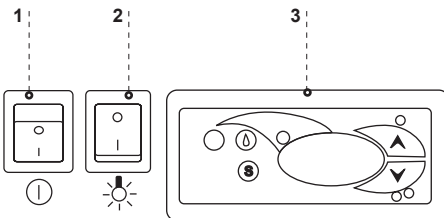

Abb. 6 HMI-Panel
- Die Drucktaste Hauptschalter betätigen Abb. 6/1 (S.26), wodurch der Thermostat und dann das Aggregat aktiviert werden
- Die Temperatur am Thermostat-HMI-Panel Abb. 6/3 (S. 26) einstellen (Details zur Bedienung auf S. 32 oder 33)
- Die Drucktaste Beleuchtung betätigen Abb. 6/2 (S. 26)